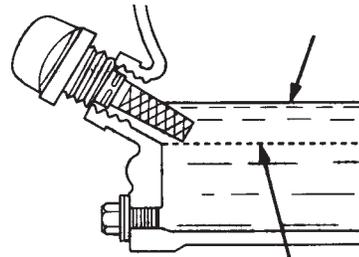

Figure 6. Jauge à huile moteur (niveau d'huile)
4. Si le niveau est bas (figure 6), ajouter de l'huile de type recommandé (tableau 5) jusqu'au bord de l'orifice. Le réservoir d'huile contient 1.10 L (1.16 pinte)